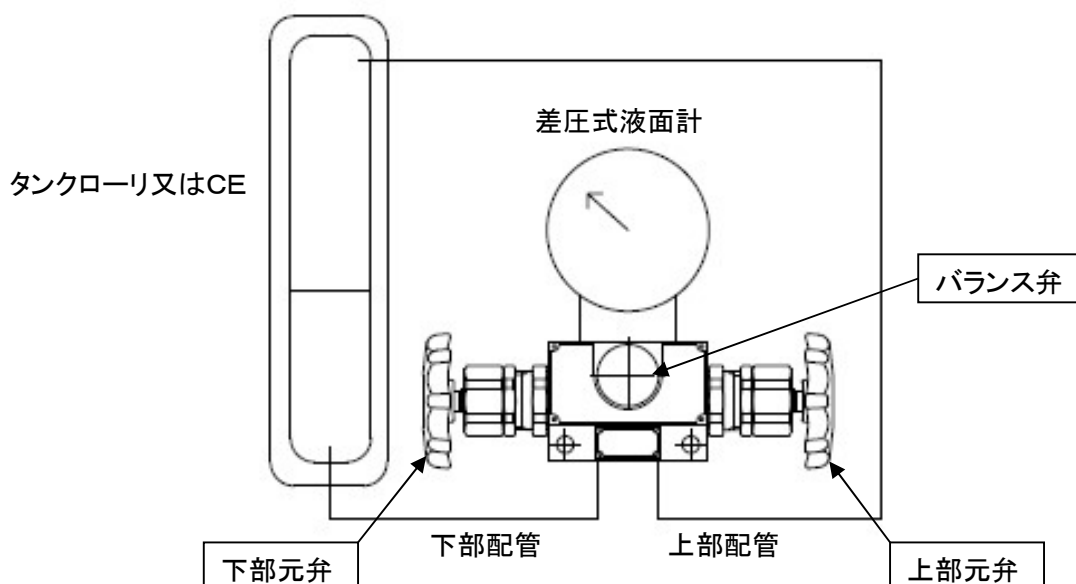

図1 配管図
- (1) 取り付けの際は、配管内及び接続面の切粉、溶接スパッタ、スケール等を十分に清掃してください。
- (2) ボディの表示を参照し、液面計下部元弁側の配管、液面計上部元弁側の配管を接続してください。(図1参照)
- (3) 取り付け角度は、自由な角度で取り付けてください。